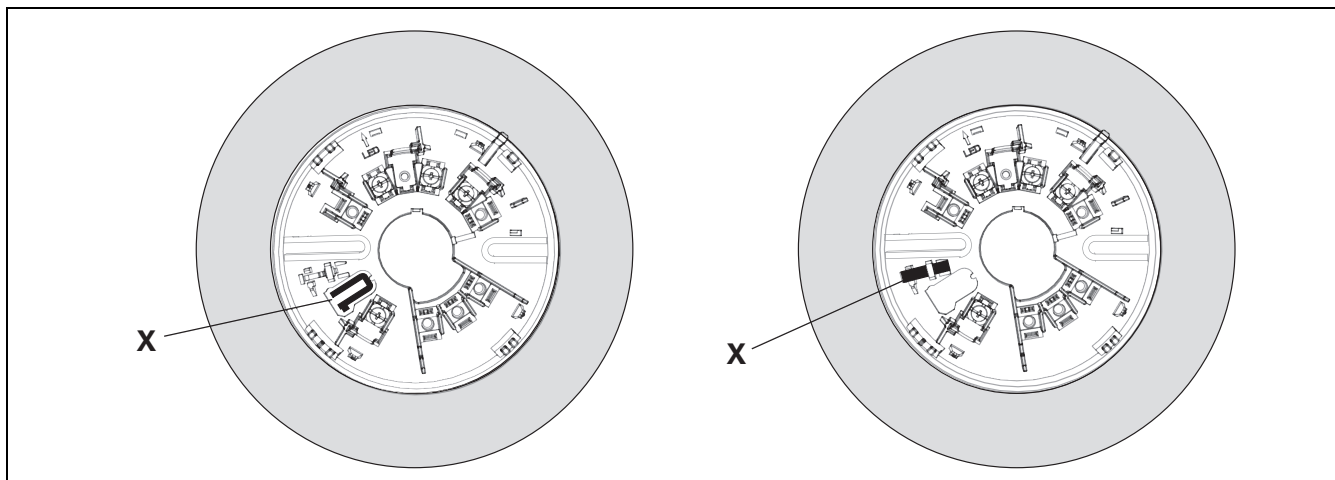

Figura 4.2 Activación del mecanismo de bloqueo
Las bases del detector incluyen una barra de bloqueo extraíble (X). De este modo, se evita la extracción intencionada del detector. El mecanismo de bloqueo es seleccionable. Para activarlo, mueva la barra de bloqueo en forma de U (X) hasta llegar a la posición indicada en la Figura 4.2.